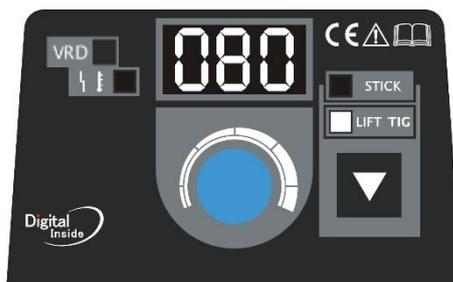

Рис. 3: Интерфейс включения сварки LIFT TIG
- a) Нажмите на переключатель STICK/LIFT TIG и VRD, загорится индикатор LIFT TIG, как показано на рис.3 и включится сварка LIFT TIG. При сварке LIFT TIG сначала поднесите вольфрамовый электрод к рабочему изделию. Затем нажмите на переключатель горелки и, отрывая от поверхности изделия горелку, осуществите поджиг дуги.